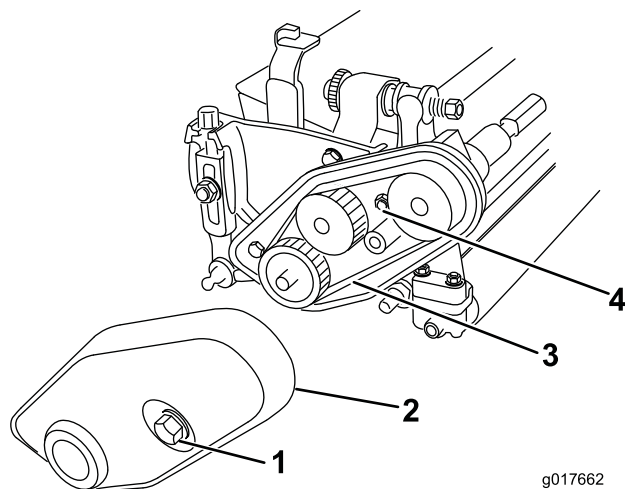

图3
7. 旋松将皮带罩固定至滚刀组左端的固定螺栓、直至拆下皮带罩图3。
8. 旋松皮带拉紧螺母、然后拆下皮带图3。